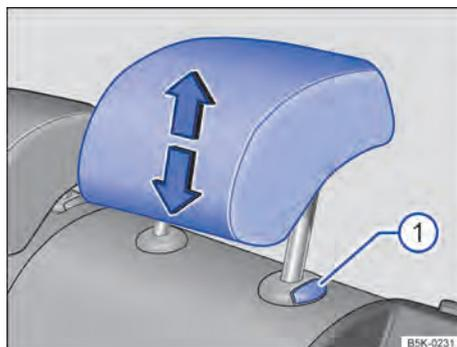

Fig. 87 Ajustar o apoio para cabeça traseiro.
- Empurrar o apoio para cabeça para cima na direção da seta ou para baixo com o botão → Fig. 87 ① pressionado → ⚠.